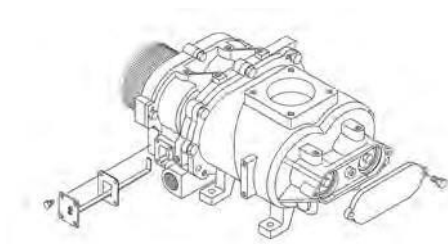

Рис. 57: Выталкиватель для типа 15 – 30
5. ➔ Тип 15 – 30: При помощи встроенного выталкивателя (Рис. 57) можно удалить консистентную смазку, находящуюся в области подшипников.